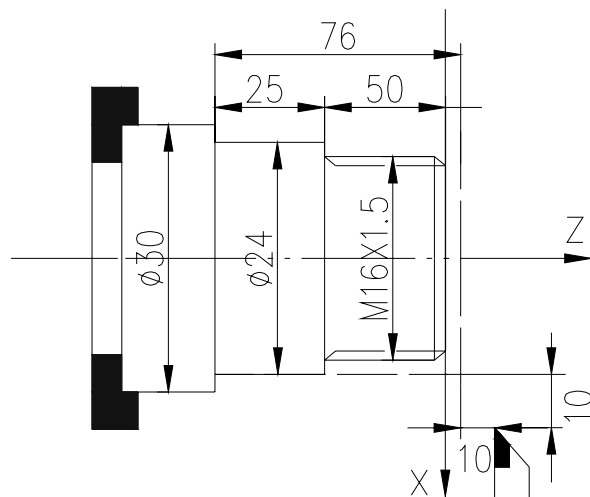

图 7-3 螺纹加工示例
**示例 2:** 加工图 7-3 所示工件。棒料： $\Phi 30 \times 100 \text{ mm}$ 。1 号刀为粗车刀，3 号刀切断，4 号刀为  $60^\circ$  螺纹车刀。